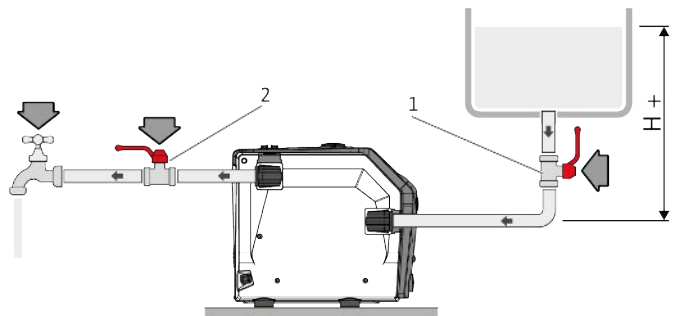

Fig. 9: Provoz se zatížením
- Naplňte produkt vodou (cca 1,5 litru), dokud nezačne vytékat z ventilačního otvoru (Fig. 9).